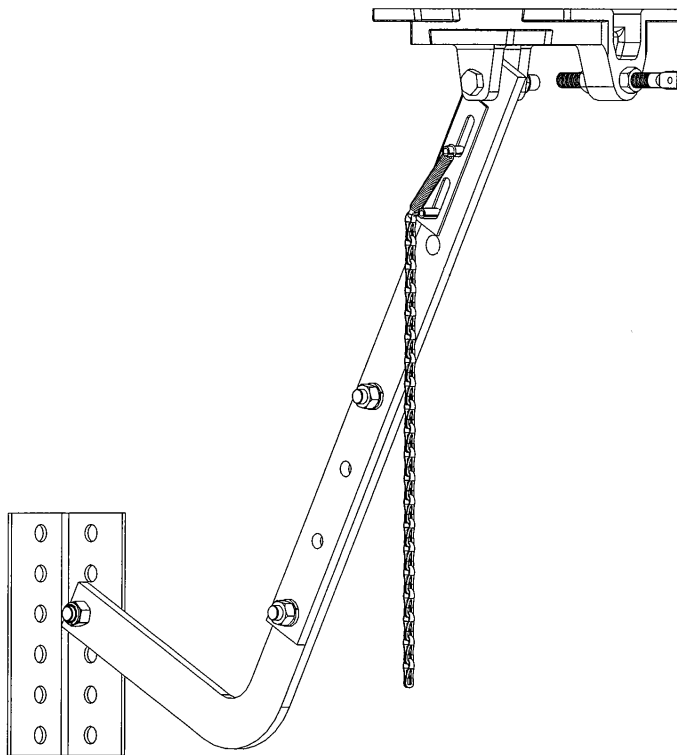

Figure 5 - Désaccouplement du bras de porte du chariot
1. Tirer la chaîne de désaccouplement vers le bas, voir Figure 5.
2. Désaccoupler le bras de porte du chariot, voir Figure 5.